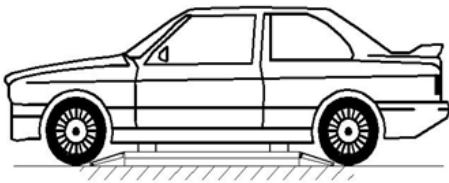

Figure 11
- Pendant le levage et la descente, il est interdit de travailler sous les parties mobiles. Le travail doit se faire dans la zone de sécurité (figure 11).